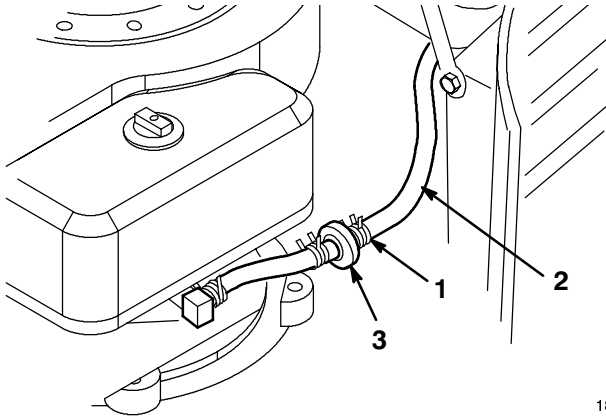

Abbildung 26
3. Die Enden der Schlauchklemme zusammendrücken und an der Kraftstoffleitung nach oben zum Kraftstofftank schieben (Abb. 26).
4. Die Kraftstoffleitung vom Filter (Abb. 26) herunterziehen und das Benzin in einen Benzinkanister oder eine Auffangschale ablaufen lassen.
Der beste Zeitpunkt zum Austausch des Kraftstofffilters (Abb. 26) ist bei leerem Kraftstofftank. Niemals einen schmutzigen Filter wieder anbringen, der von der Kraftstoffleitung entfernt worden ist.
3. Die Enden der Schlauchschellen zusammendrücken und vom Filter wegschieben (Abb. 26).